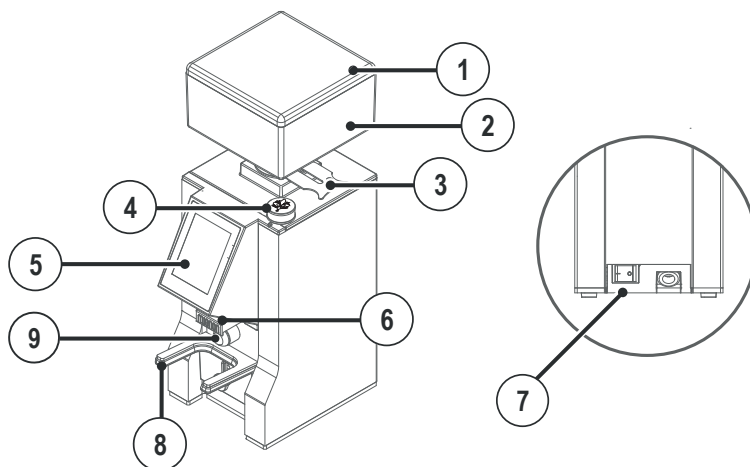
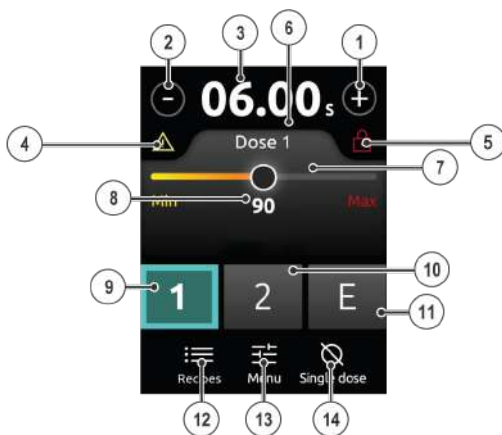

Fig. 5.1 - Description de la machine
Fig. 5.2 - Écran principal
Pour les parties de machine, voir Fig. 5.1.
Pour la description de l'afficheur, voir Fig. 5.2.
En tournant la manette, il est possible de visualiser sur l'écran principal la distance entre les meules associée au type de mouture choisie (8 - Fig. 5-2).
- Mettre l'interrupteur en position de marche (7 – Fig. 5.1).
- Sélectionner la dose à distribuer à l'aide des touches appropriées (9,10, 11 – Fig. 5.2).
- Placer la coupelle du porte-filtre sur la fourche (8 – Fig. 5.1), en veillant à ce que ce dernier se trouve précisément sous la buse de distribution (6 – Fig. 5.1).
- Appuyer à nouveau sur la touche de la dose sélectionnée ou sur la touche frontale (9,10, 11 – Fig. 5.2)(9 – Fig. 5.1).
En condition d'arrêt, le temps de mouture sur l'afficheur (3 – Fig. 5.2) clignote.
Pour ramener le temps de distribution de la dose à sa valeur initiale, appuyer sur le temps de mouture clignotant (3 – Fig. 5.2) pendant 2 secondes.
Depuis l'écran principal (Fig. 5.2), il est possible d'accéder aux fonctions suivantes.
Pour diminuer ou augmenter la dose sélectionnée, appuyer sur les touches + et - sur l'écran principal (1, 2 – Fig. 5.2). La variation pour une dose simple est de 0,1 seconde.
Pour augmenter ou diminuer en continu le temps de distribution de la dose, appuyer et maintenir l'une des deux touches + ou - enfoncée (1, 2 – Fig. 5.2).
Pour verrouiller le réglage du temps de distribution de la dose, appuyer simultanément sur + et - (1, 2 – Fig. 5.2) pendant 2 secondes. Si le réglage du temps de distribution de la dose est verrouillé, l'icône  (5 – Fig. 5.2) apparaît et les touches + et - (1, 2 – Fig. 5.2) deviennent inactives.
Pour déverrouiller le réglage du temps de distribution de la dose, appuyer simultanément sur les touches + et - (1, 2 – Fig. 5.2) et les maintenir enfoncées pendant 2 secondes.
Pour sélectionner la dose à régler, appuyer sur les touches 1, 2, E (9,10, 11 – Fig. 5.2).